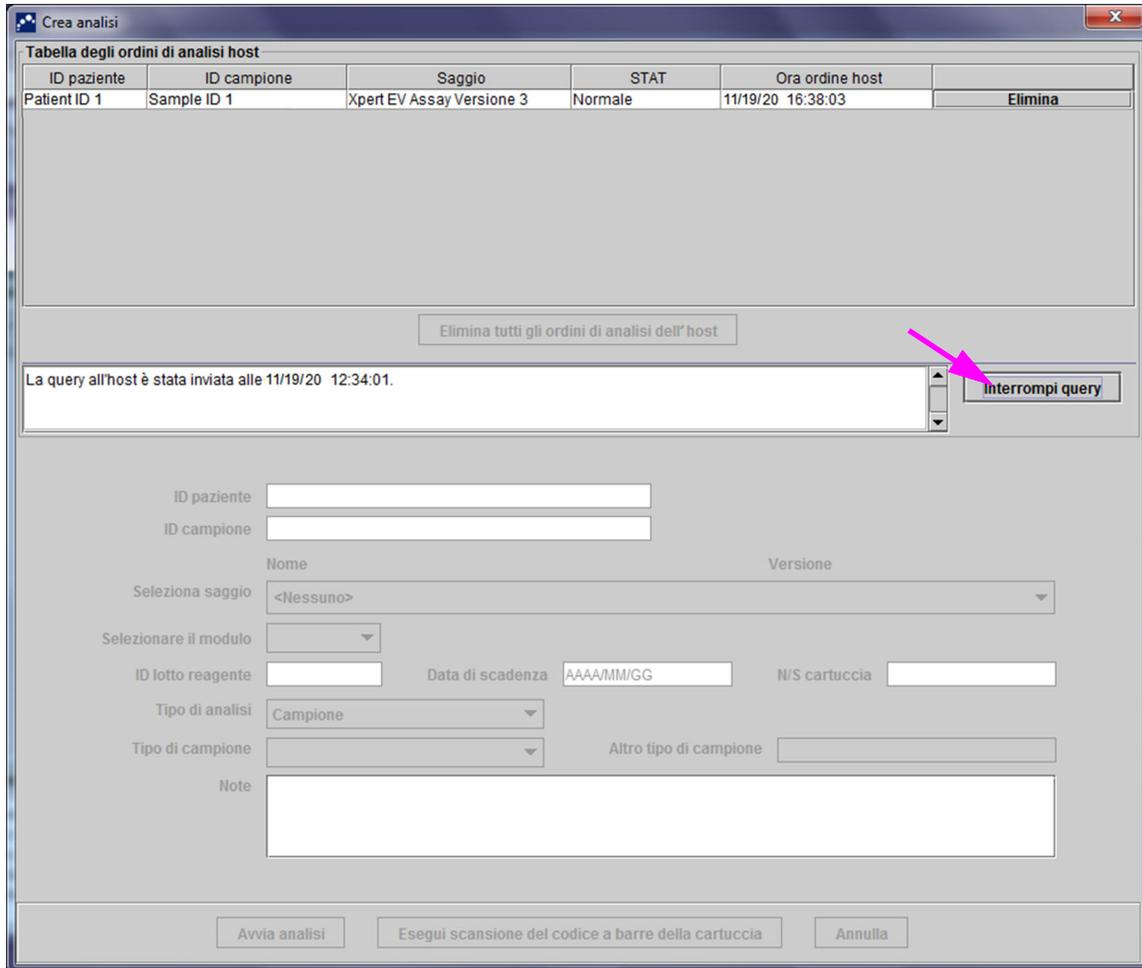

Figura 5-96. Finestra Crea analisi con il pulsante Interrompi query visualizzato
2. Fare clic sul pulsante **Elimina** sulla stessa riga. Vedere la Figura 5-96.